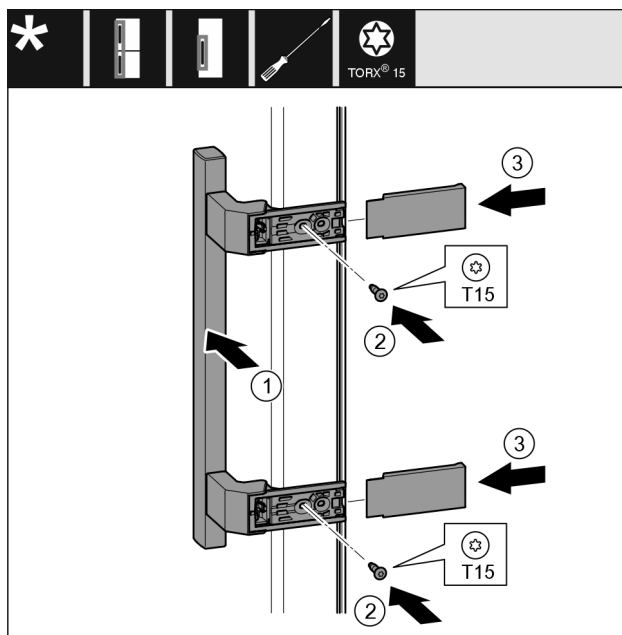

Fig. 21
- Postavite ručku Fig. 21 (1) na suprotnu stranu.
- Odvijačem pritegnite vijke Fig. 21 (2).
- Postavite poklopce Fig. 21 (3) bočno i natakните ih.